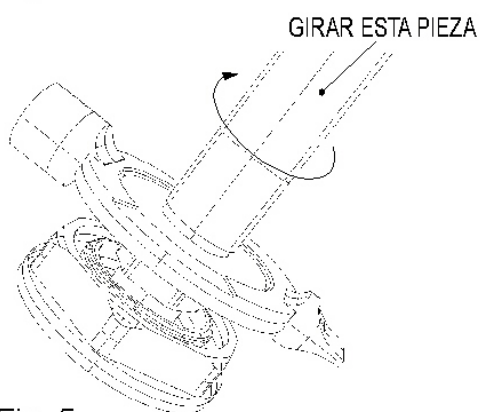

Fig. 5
- Fig. 5 – Uma vez introduzida a chave na válvula roscar segurando o tubo de plástico.